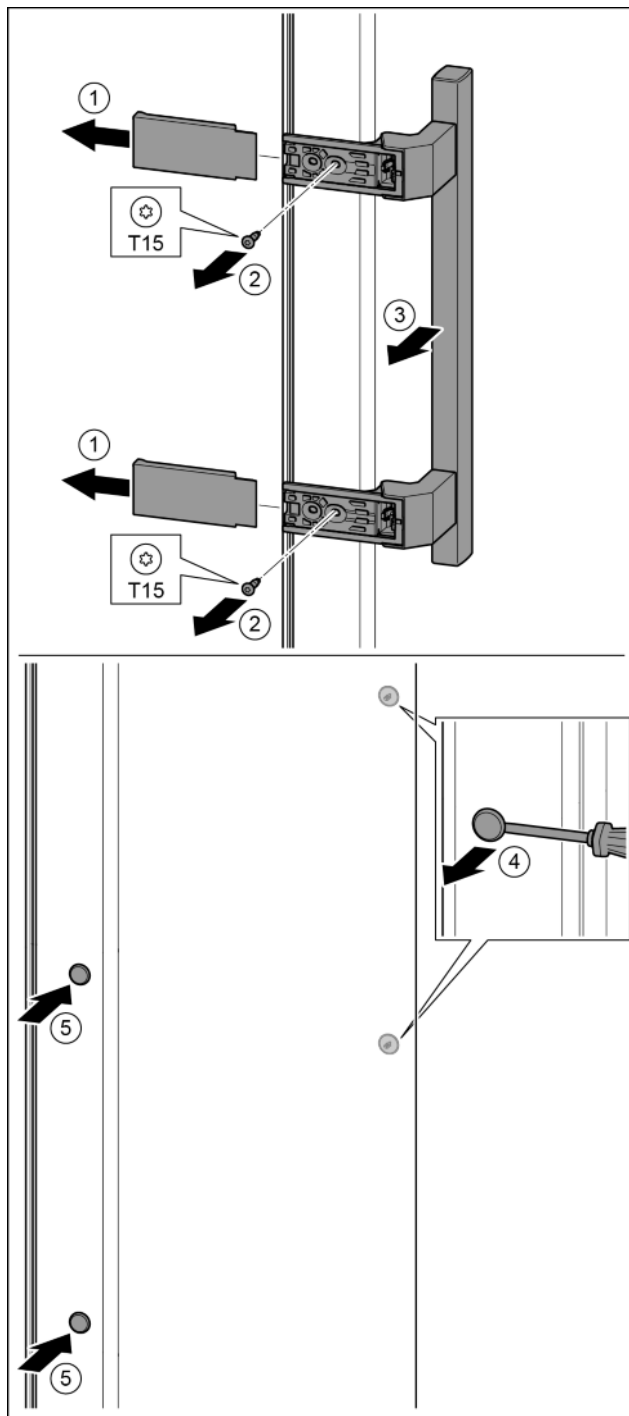

Fig. 19
- Zdjąć osłonę. Fig. 19 (1)
- Śruby wykręcić przy pomocy śrubokręta T15. Fig. 19 (2)
- Zdjąć uchwyt. Fig. 19 (3)
- Boczną zatyczkę ostrożnie podważyć przy pomocy śrubokręta i wyjąć. Fig. 19 (4)
- Zatyczkę założyć ponownie z drugiej strony. Fig. 19 (5)